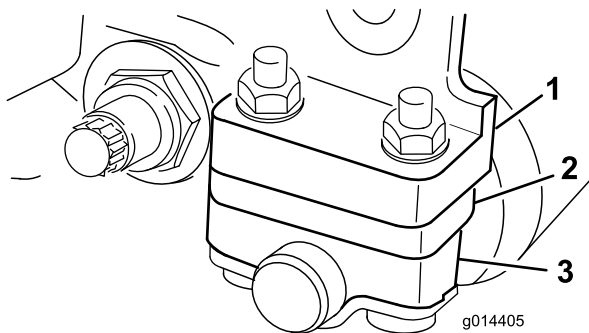

Figura 8
1. Regolate le staffe del rullo posteriore in base all'altezza di taglio desiderata posizionando il numero di distanziali necessari sotto la flangia di montaggio della piastra laterale (Figura 8) conformemente a Tabelle di selezione altezza di taglio e controlama (pagina 11).